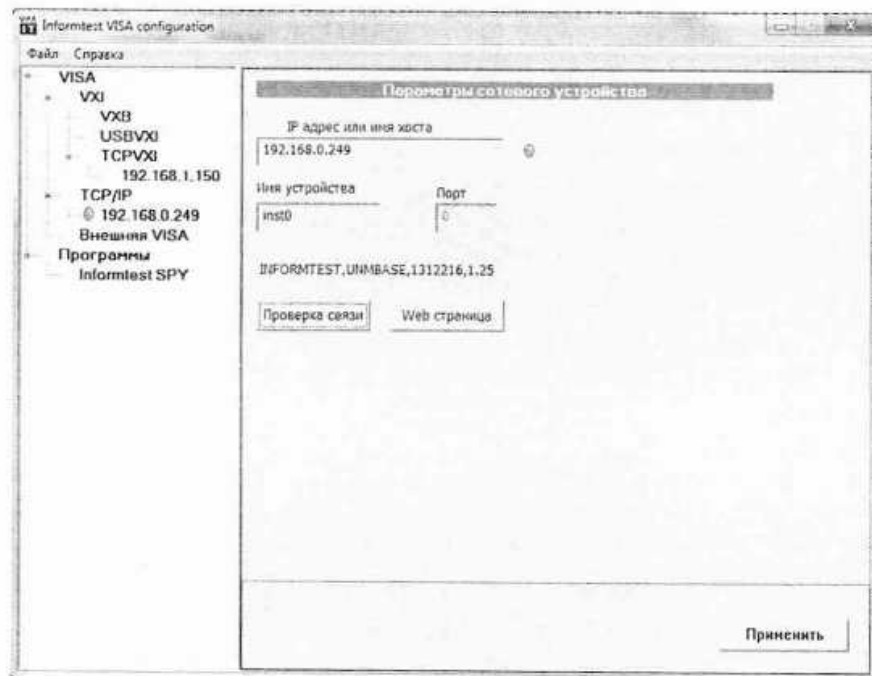

Рисунок 12 - Программная вкладка «Параметры сетевого устройства» после нажатия кнопки «Проверка связи»
Далее можно проверить подключение устройства, нажав кнопку «Проверка связи». Если устройство подключено, то рядом с IP-адресом проверяемого устройства появится зеленый индикатор (см. рисунок 12), если устройство не было найдено, то рядом с IP-адресом появится крест.
2.2.9.6 Информацию о необходимом BT-96 можно получить, наведя курсор мыши на кнопку «Web-страница» и щелкнув по ней левой кнопкой мыши, во вкладке «Параметры сетевого устройства» (см. рисунок 12). Запустится браузер, установленный на ПЭВМ, где будет отображен IP-адрес BT-96 и его характеристики.